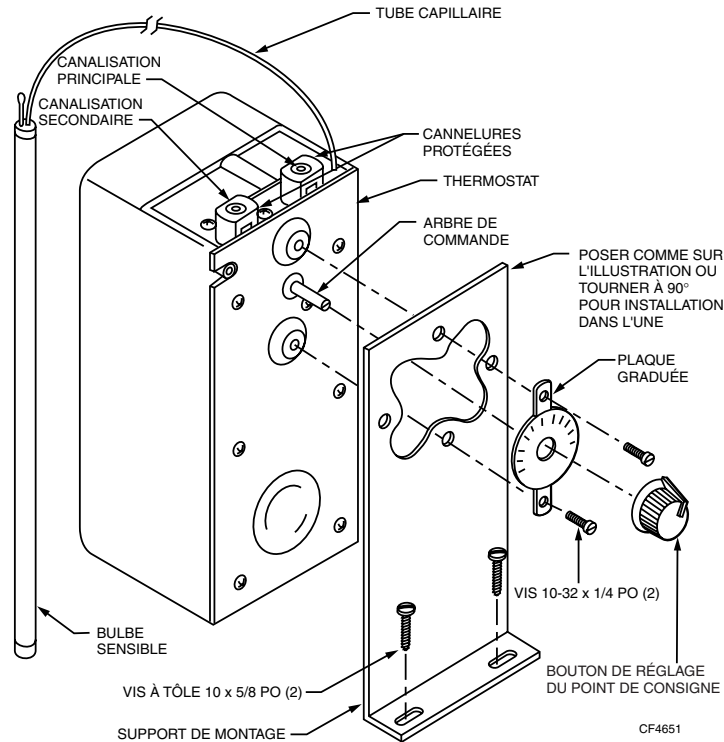

Fig. 17. Assemblage du thermostat, du support de montage et de la plaque graduée. Le support illustré est celui de l'ensemble 316016B.
1. Assembler le thermostat, le support de montage et la plaque graduée. Voir la Fig. 17.
4. Tenir le thermostat à l'endroit où il sera posé et marquer le centre des trous de vis dans l'unité terminale. Voir la Fig. 17.